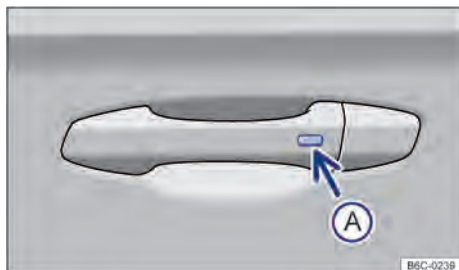

Fig. 50 En la manilla interior de la puerta: tecla para bloquear o desbloquear.
- 1 Presionar la tecla → fig. 50 **A** en el exterior de la manilla interior de la puerta.
- 2 Presionar la tecla → fig. 50 **A** en el exterior de la manilla interior de la puerta.
- Dentro de 5 segundos, presione la tecla en el exterior de la manilla interior de la puerta → fig. 50 **A**. Así, no sujetar la manilla de la puerta. El sistema de cierre y arranque sin llave "Keyless Access" está temporalmente desactivado.